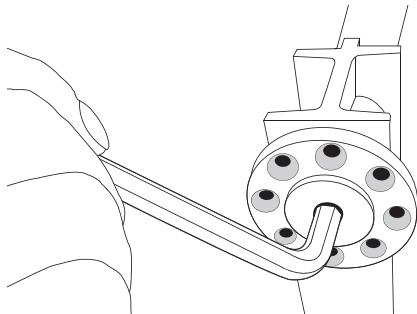

FIGURE 6
2. Resserrer les deux plaques d'ajustement d'un ou deux trous (Fig. 6).